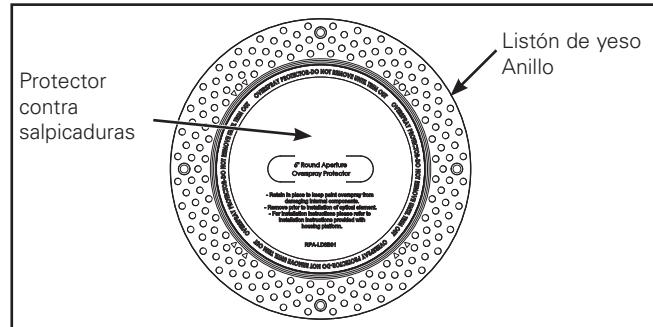

Figura 1.
- Retire el anillo de yeso del empaque y retire el protector contra salpicaduras (Figura 1) **NO LO DESECHE.**